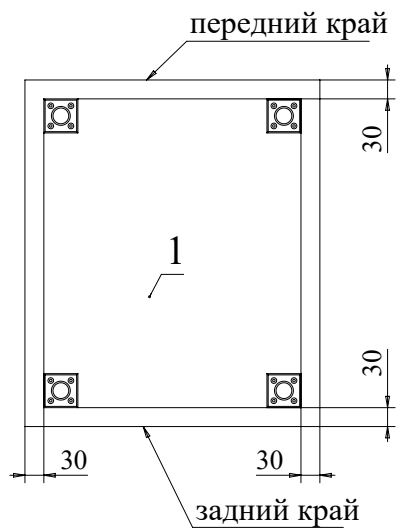

Рис.7
7. Прикрутите при помощи шурупов 3,5x16 опоры к детали 1 (Рис. 7).